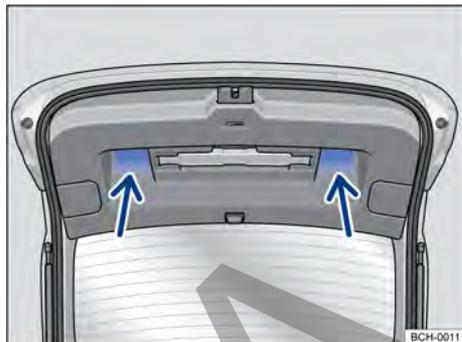

Fig. 57 Tapa trasera abierta: cavidades (flechas) para tirar y cerrar.
- Tirar del portón trasero por el rebaje en el revestimiento interior → fig. 57 con fuerza hacia abajo, de modo que encaje en la cerradura → ⚠.